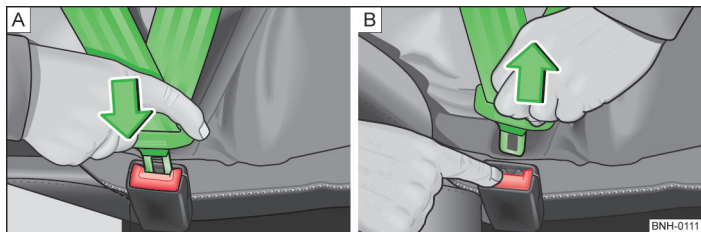

Abb. 109 Sicherheitsgurt anlegen / ablegen
- › Die Schlosszunge in das zum Sitz gehörende Gurtschloss » Abb. 109 - [A] stecken, bis diese hörbar einrastet.
- › Die rote Taste im Gurtschloss » Abb. 109 - [B] drücken, die Schlosszunge springt heraus.